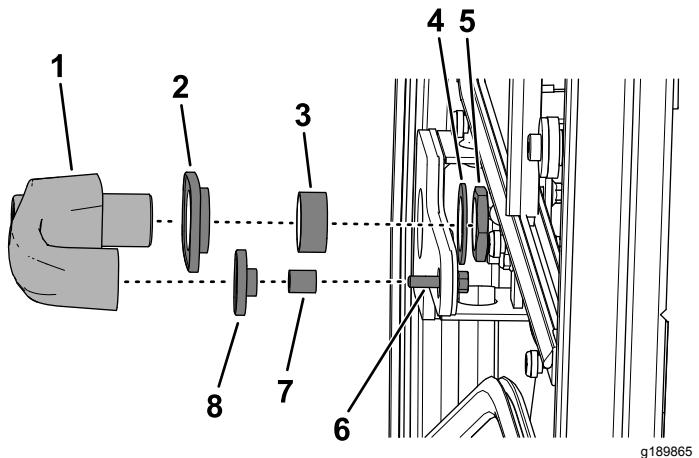

Figura 2
- Rimuovete il dado di montaggio, rondella, vite a testa flangiata (6 x 25 mm), 2 distanziali e 2 anelli passacavi dalla maniglia dello sportello e rimuovete quest'ultimo (Figura 2).